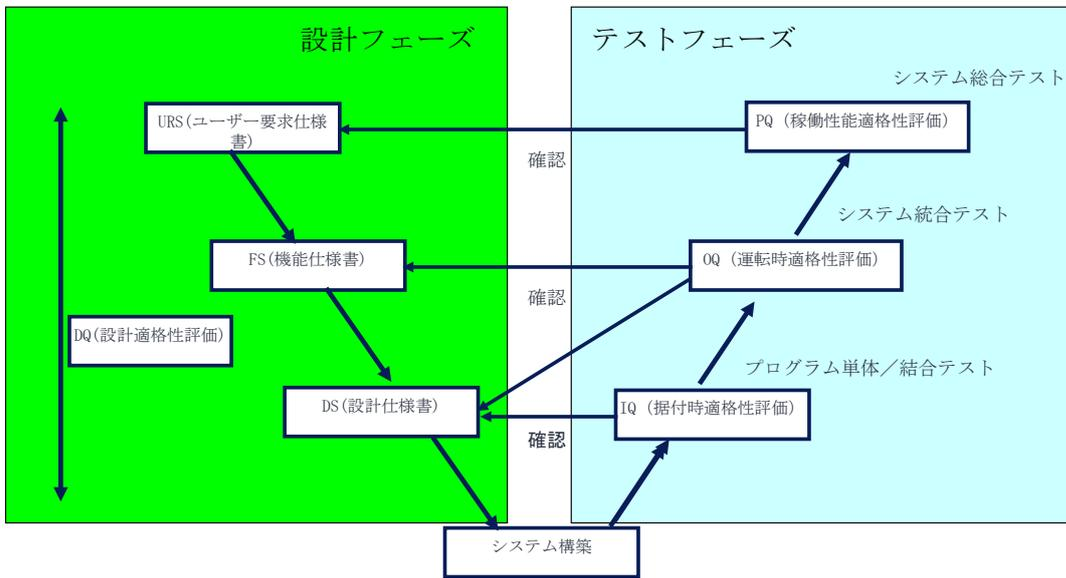

図3 ライフサイクルVモデル
2.2.2 設計フェーズでの変更管理 (図 3 参照)
2.2.3 テストフェーズでの変更管理（図 3 参照）